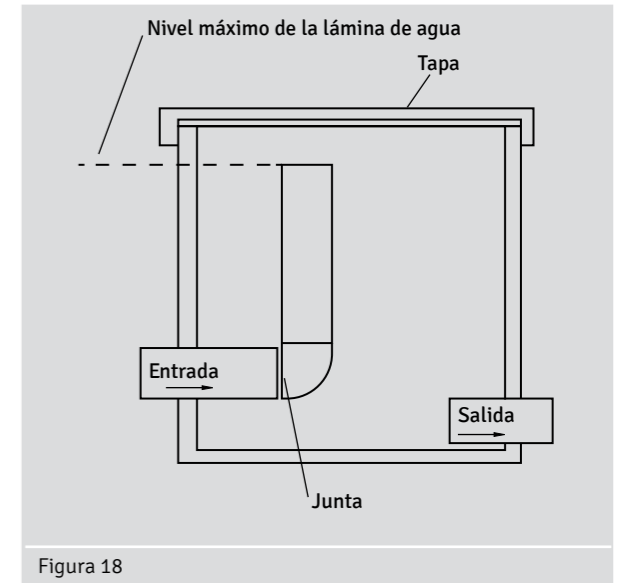

Figura 18
2. Colocamos los caños ranura dos en la entrada y la salida del humedal, la entrada se coloca en la parte superior y salida en la parte inferior con un sifón en una cámara contigua para regular el nivel de agua (Figura 18).